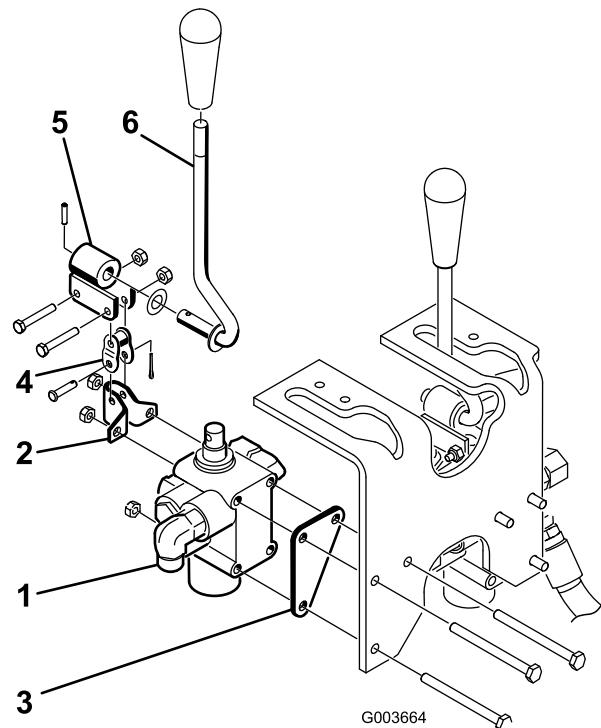

Figure 5
2. Montez l'ensemble soupape, le support de pivot et la plaque de la soupape sur le châssis avec 3 boulons (1/4 x 3") et 3 contre-écrous (Figure 5). Placez la plaque de soupape contre l'avant du longeron de châssis lors du montage. Serrez à 10,2–12,4 Nm.
3. Montez sans serrer le levier de pivot sur le tiroir et la biellette à épaulement avec 2 boulons (N° 10 x 1-1/4") et 2 contre-écrous (Figure 5). Ne serrez pas à ce stade.